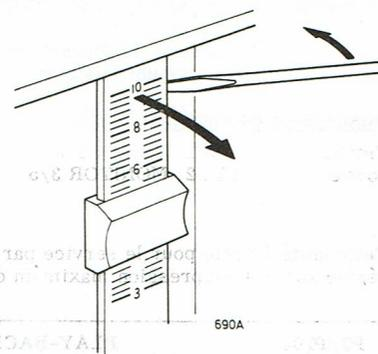

Fig. 4
- Enfoncer un tournevis à la partie supérieure, entre le panneau de la glissière et la paroi avant qui est légèrement un retrait (voir fig. 4).